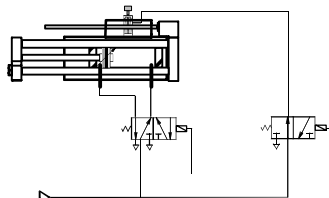

Bild 11
- Verwenden Sie eine gemeinsame Druckluftquelle für den Anschluss der Ventile (z. B. Anschluss nach Bild 11 mit CP..-Ventilinsel).